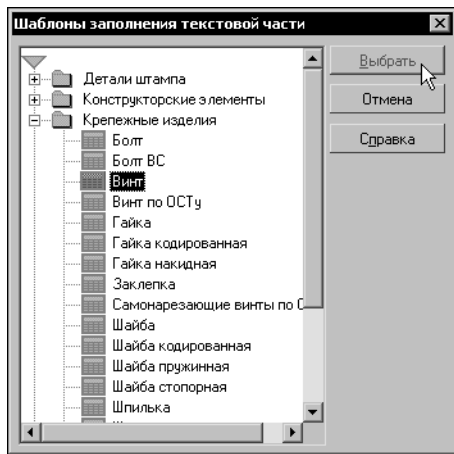

Рис. 12.9. Выбор шаблона заполнения Винт
3. В появившемся диалоге раскройте раздел **Крепежные изделия** и выделите строку **Винт** (рис. 12.9). Нажмите кнопку **Выбрать**.